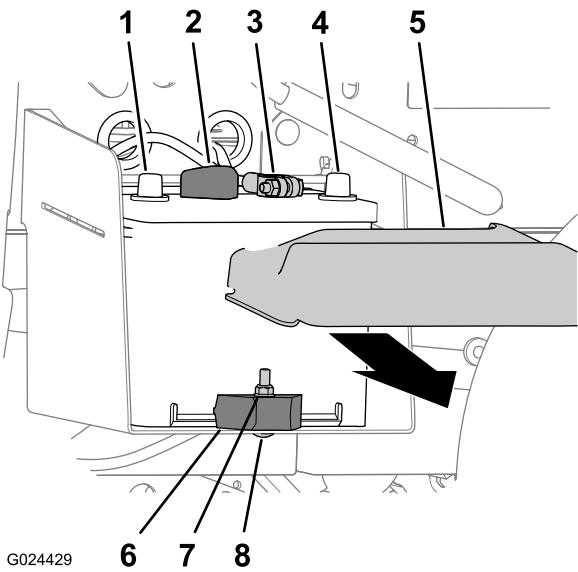

Figura 47
1. Schiacciate i lati del coperchio della batteria e rimuovete il coperchio dalla parte superiore della batteria stessa (Figura 47).
2. Scollegate il cavo positivo della batteria dal relativo morsetto (Figura 47).
3. Scollegate il cavo negativo della batteria dal relativo morsetto (Figura 47).
2. Eliminate dado di bloccaggio, bullone a testa tonda e morsetto della batteria che fissa la batteria al relativo vassoio (Figura 47).
3. Togliete la batteria dal relativo vassoio (Figura 47).
1. Montate la batteria sul relativo vassoio della macchina (Figura 47).
- Nota:** Accertate che i poli positivi e negativi della batteria siano allineati come mostrato in Figura 47.
2. Fissate la batteria al relativo vassoio con morsetto, bullone a testa tonda e dado di bloccaggio (Figura 47).
1. Collegate il cavo positivo della batteria al relativo morsetto (Figura 47).
2. Collegate il cavo negativo della batteria al relativo morsetto (Figura 47).
3. Montate il coperchio della batteria sulla parte superiore della batteria stessa (Figura 47).